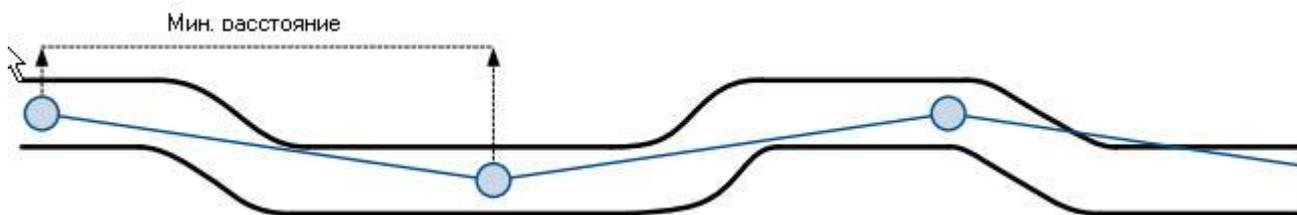

Рисунок 37 Трекинг по расстоянию
**Сбор данных на основании перемещения** (рис. 37) — записи производятся, когда расстояние между предыдущими координатами и текущим положением превышает значение, заданное для данного параметра. Ввод значения нуль означает, что сбор данных производится не